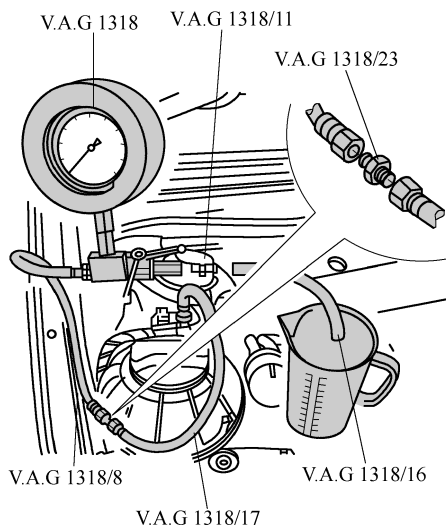

图 2-5-10 安装燃油压力表
7) 关闭压力测量装置 V. A. G1318 上的截止阀,如图 2-5-10 所示。
9) 按下遥控器 V. A. G1348/3A 的开关。同时缓慢地关闭截止阀,直至压力测量装置 V. A. G1318 显示压力为 4bar,如图 2-5-10 所示。